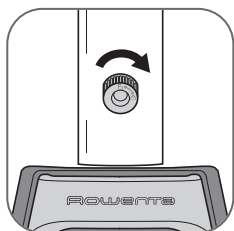

fig. 4
4. Revissez la vis de fixation du mât jusqu'au bout afin que le mât soit solidement fixé à la base. **(fig. 4)**